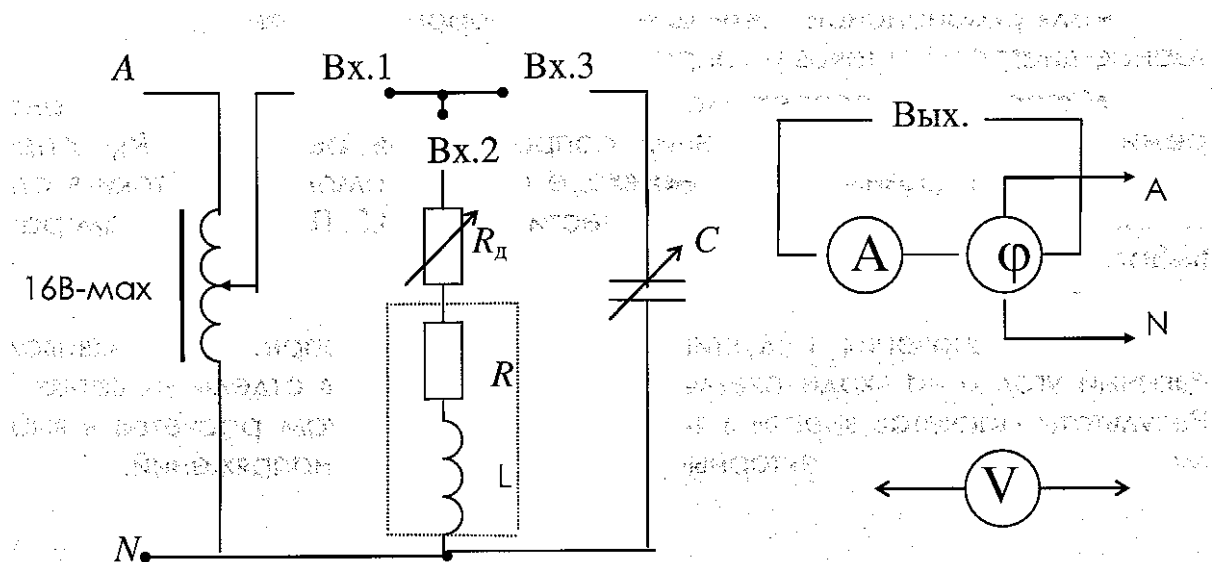

Рис. 8.3
- Рабочая схема исследуемой цепи и схемы включения измерительных приборов (рис. 8.3).
- Собрать электрическую цепь по рабочей схеме рис. 8.3. Установить заданные параметры отдельных элементов. Для каждого из заданных значений емкости конденсатора  $C = var$  измерить напряжение на входе цепи  $U = const$ , эквивалентный фазный угол  $\varphi$ , комплексные токи в параллельных ветвях  $I_1$  и  $I_2$ , ток источника  $I$ . Результаты измерений внести в табл. 8.3.